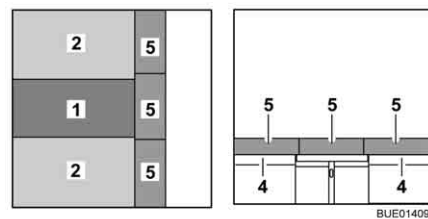

Bild 117 Nach dem Umbau
- Das dreiteilige Zusatzpolster (Bild 117,5) auf die Bettkasten-Verlängerung (Bild 117,4) legen.